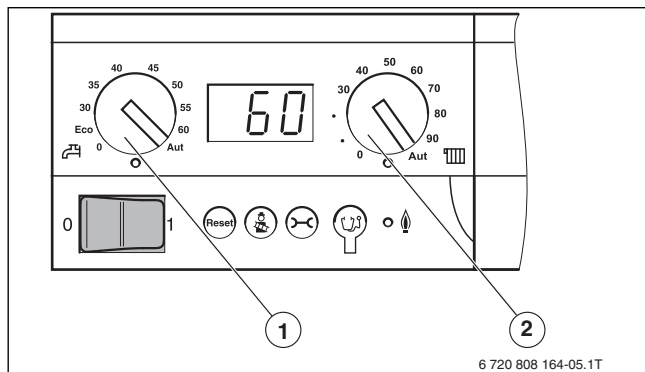

Bild 50 Basiscontroller Logamatic BC10
- ▶ Drehschalter für maximale Kesseltemperatur (→ Bild 50, [2]) und Drehschalter für Warmwasser-Solltemperatur (→ Bild 50, [1]) auf **Aut** stellen.